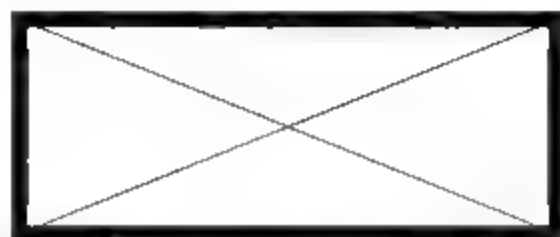

图8-216 绘制对角线
- 02 调用L【直线】命令，绘制对角线，结果如图8-216所示。